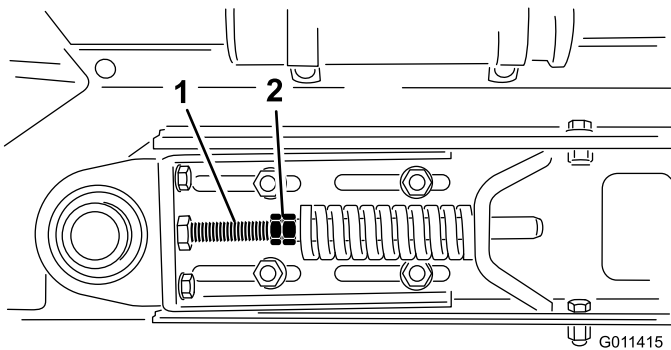

Figura 31
- 3. Allentate i controdadi e i dadi sul tirante per allentare la tensione della molla (Figura 31).